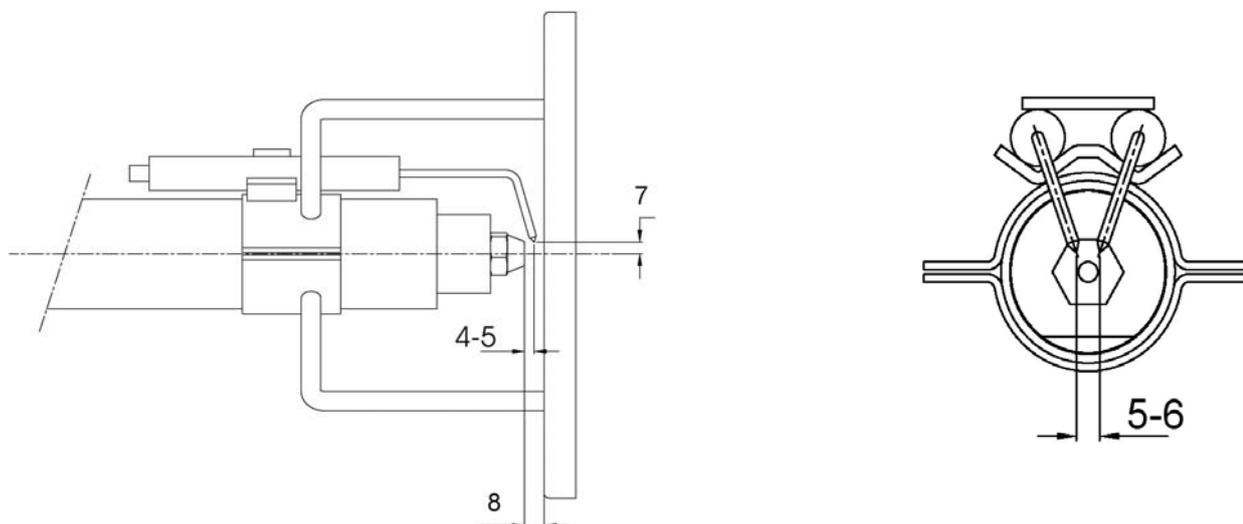

Fig. 19
- Desmontaje, examen y limpieza cabeza de combustión (pag. 32), durante el montaje respetar escrupulosamente las tolerancia explicadas en Fig. 19.
- Examen electrodos de encendido y su correspondiente aislamiento cerámico, limpieza inspección y si es necesario sustitución (ver Fig. 19).
A fin de garantizar un buen encendido es necesario respetar las medidas (en mm) reportadas en la Fig. 19. Cerciorarse de haber fijado el tornillo de bloqueo del grupo electrodos antes de volver a montar la cabeza de combustión.